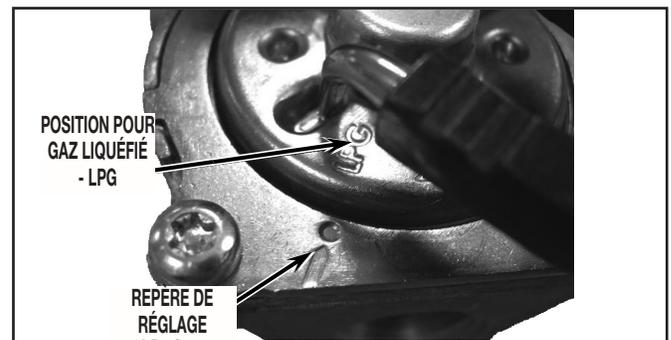

FIGURE 26
31. Faire tourner le couvercle de réglage de 25 degrés dans le sens antihoraire - aligner la marque "LPG" avec le repère de réglage sur l'électrovanne d'admission de gaz. Voir Figure 26.